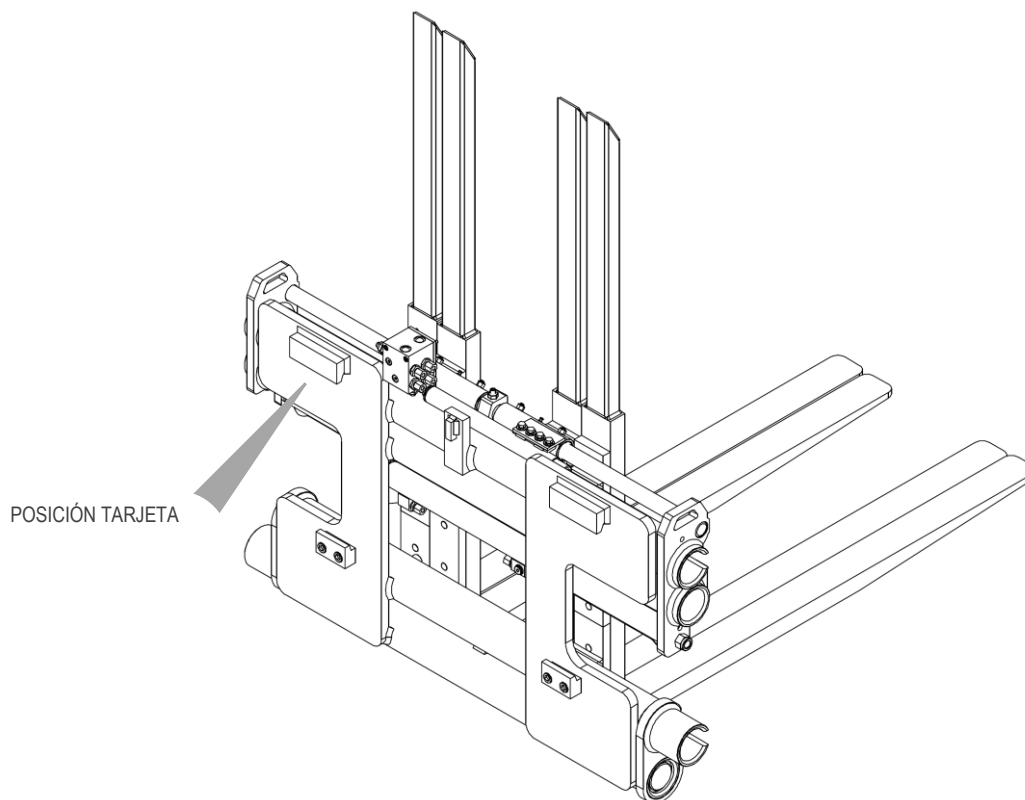

Figura 1
Todos los equipos A.T.I.B. – DOBLE POSICIONADOR DE HORQUILLAS TIPO 917 y TRIPLE POSICIONADOR DE HORQUILLAS TIPO 918 son identificados de una tarjeta adhesiva (mirar *Tabla 1*) puesta sobre el equipo (mirar *Figura 1*) , siempre referirse a la matricula.
7. Para la manipulación se deben utilizar cinturones o cadenas de tamaño adecuado con respecto al peso del equipo indicado en la tarjeta (mira Figura 1 y Tabla 1 en la pag.7).
12. Conecte el circuito hidráulico; asegurándose de que la presión de trabajo de las tuberías sea superior o igual a la indicada en la tarjeta identificadora (mira *Figura 1* y *Tabla 1* en la pag.7).
5. Para la manipulación se deben utilizar cinturones o cadenas de tamaño adecuado con respecto al peso del equipo indicado en la tarjeta (mira *Figura 1* y *Tabla 1* en la pag.7).